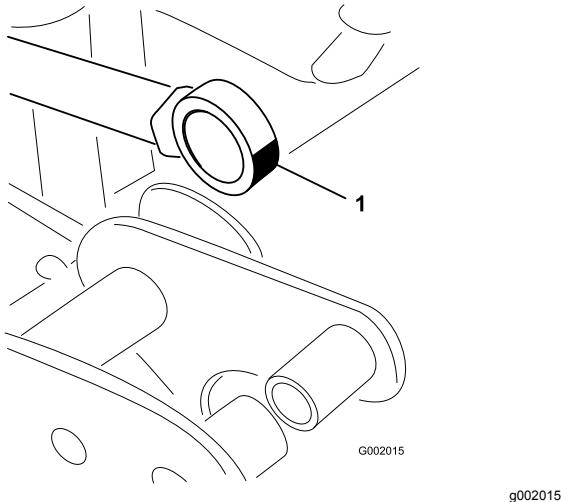

Figura 67
- 5. Gire la rótula y aplique grasa al cojinete (Figura 67).